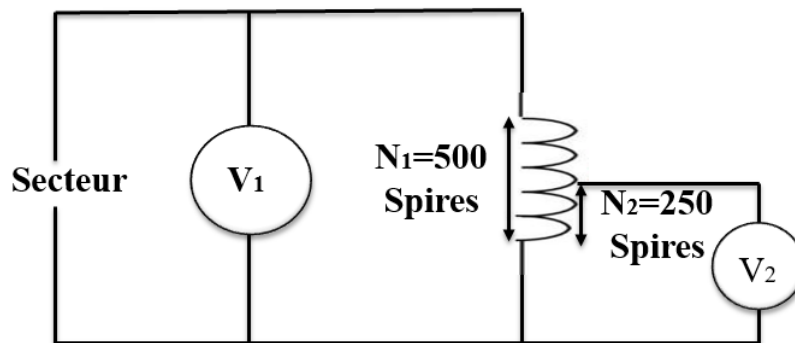

Figure 15. Schéma d'un Autotransformateur.
a) Réaliser le montage : figure 15.